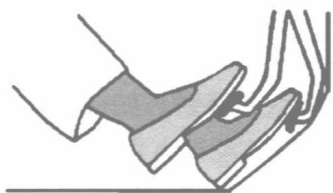

图1-10 左脚掌踩下离合器踏板
(2) 离合器踏板的操纵 离合器踏板的操纵，如图1-10所示，要用左脚掌踩在离合器踏板上，以左膝关节和踝关节的伸屈动作踩下或放松。不可用脚尖或脚后跟踩踏板，以免打滑和影响准确操作。